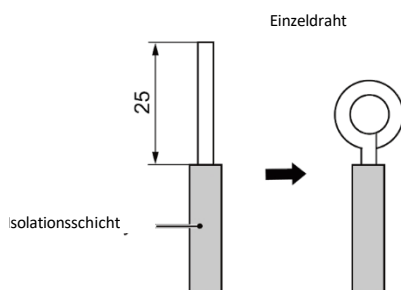

Abb. 5.1
(1) Anschluss des Kabels (wie in Abb. 5.1 dargestellt)